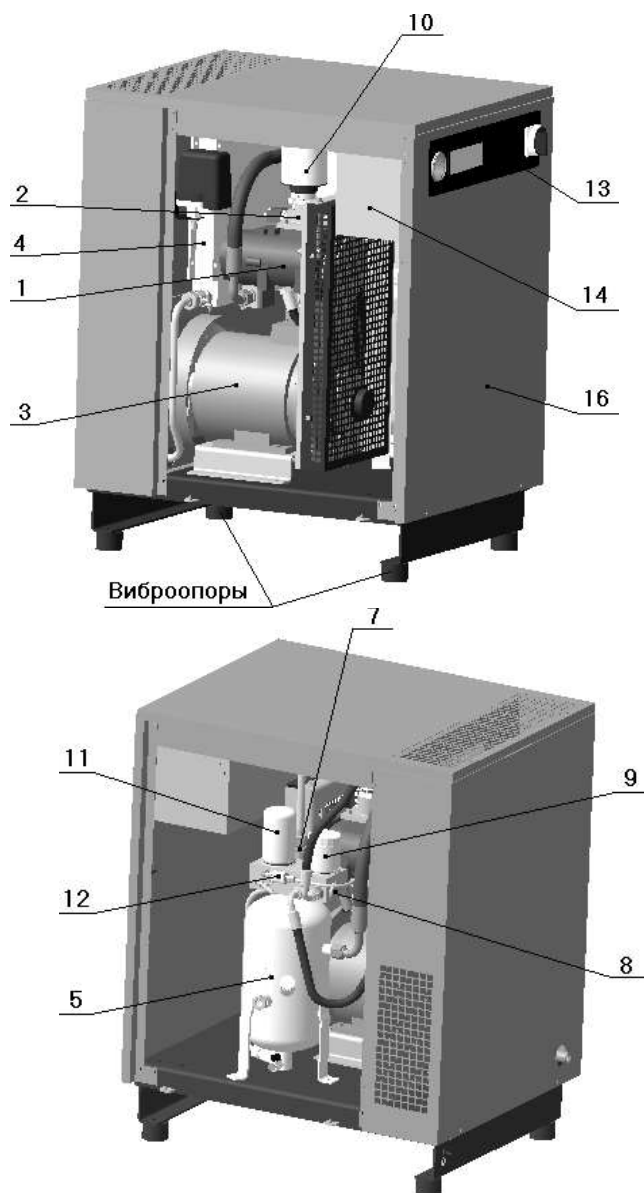
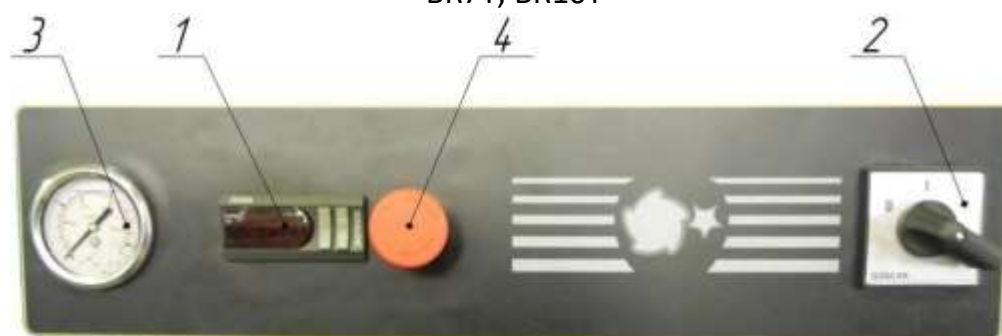

Рисунок 1 – Общий вид компрессорной установки BK5T-..., BK7T-..., BK10T-...
Рисунок 5
**1 – Винтовой блок** предназначен для выработки сжатого воздуха. Винтовые блоки, применяемые в компрессорных установках, приведены в таблице 3 (см. рисунок 1 или 2). В корпусе винтового блока расположены: винтовая группа, пропускные каналы для воздуха и масла, присоединительные фланцы.
**2 – Клапан всасывающий** (см. рисунок 1 или 3) воздушный выполняет функцию подачи воздуха в камеру сжатия и предотвращения выброса наружу сжатого воздуха и масла в момент останова установки при любом давлении подачи сжатого воздуха. Переключение клапана всасывающего в режим "ЗАГРУЗКА" или "ХОЛОСТОЙ ХОД" осуществляется при помощи клапана электромагнитного, который управляется программируемым контроллером от сигнала датчика давления.
**3 – Электродвигатель** (см. рисунок 1 или 2) предназначен для привода винтового блока.
**4 – Масляный радиатор** (см. рисунок 1 или 2) предназначен для охлаждения масла. Радиатор охлаждается потоком воздуха, который нагнетается вентилятором, установленным на втором конце вала электродвигателя привода установки.
**5 – Маслосборник** (см. рисунок 1 или 3) выполняет следующие функции:
**7 – Клапан минимального давления** (см. рисунок 1 или 3), установленный на линии нагнетания, предназначен для поддержания минимального давления в пределах 0,2...0,4 МПа внутри установки, для обеспечения пневмоуправления установкой и смазки подшипников винтового блока. Одновременно этот клапан выполняет функцию обратного клапана, блокируя установку от распределительной сети во время ее останова или работы на холостом ходу.
**8 – Термостат** (см. рисунок 1 или 3) состоит из запорного плунжера и термочувствительного глицеринового элемента, изменяющего направление потока масла в зависимости от его температуры, смонтирован в корпусе, на котором также установлен фильтр масляный. При включении установки масло циркулирует по малому контуру винтовой блок – маслоотделитель – термостат – масляный фильтр – винтовой блок для быстрого набора рабочей температуры смеси.
**9 – Фильтр масляный** (см. рисунок 1 или 3) неразборный изготовлен в металлическом корпусе. Он расположен в контуре смазки и предотвращает попадание твердых частиц на рабочие поверхности винтов и подшипников. Его замена необходима после выработки часов, указанных в разделе "ТО", а частота замены напрямую зависит от технического обслуживания воздушного фильтра и от качества масла.
**10 – Фильтр воздушный** (см. рисунок 1 или 2) открытого типа. Функция воздушного фильтра - предотвращение попадания загрязняющих частиц в зону винтовой группы и систему смазки. Не качественное обслуживание воздушного фильтра приводит к уменьшению срока службы блока винтового.
**11 – Фильтр-маслоотделитель (сепаратор)** (см. рисунок 1 или 3) завершает операцию отделения масла от сжатого воздуха и обеспечивает остаточное содержание масла в сжатом воздухе не более 3 мг/м3. Пропускная способность фильтра-маслоотделителя зависит от качества масла и его рабочей температуры.
**12 – Визуализатор возврата масла** (см. рисунок 1 или 3) предназначен для визуальной оценки количества масла на возврате из фильтра-маслоотделителя. Масло, отделенное фильтром-маслоотделителем, возвращается в систему смазки установки. Визуализатор позволяет проверить эффективность работы фильтра-маслоотделителя и системы сепарации.
**13 – Панель управления** (см. рисунок 1 или 2). На лицевую сторону панели управления вынесены следующие органы управления (рисунок 5):
**14 – Шкаф с электроаппаратурой** (см. рисунок 1 или 2) представляет собой короб закрытого типа с установленной платой, на которой смонтирована пускорегулирующая аппаратура и устройства защиты, доступ к которым осуществляется путем демонтажа верхней панели корпуса и крышки шкафа.
**16 – Корпус шумозащищенного исполнения** (см. рисунок 1 или 2) служит для снижения уровня шума в рабочей зоне установки.